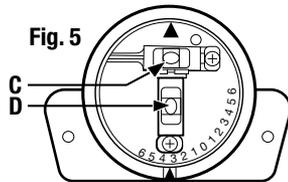

Fig. 5
- With trailer hitched to towing vehicle, turn the clear dial until the side-to-side vial bubble (C) is centered (Fig. 5). The number at the indicator point is the height in inches necessary to level trailer from side-to-side. The large gold arrow points to the side requiring elevation.
- Pull trailer onto leveling blocks and chock wheel so it will not roll. Check level by turning dial to zero "0". Bubble (C) should be in the center of side-to-side vial.
- Alors que la remorque est attelée au véhicule de remorquage, tourner le cadran transparent jusqu'à ce que la bulle de la fiole (C) de nivellement d'un côté à l'autre soit centrée (Fig. 5). Le chiffre que pointe l'indicateur correspond au nombre de pouces dont il faut élever la remorque pour qu'elle soit de niveau d'un côté à l'autre. La grande flèche dorée pointe vers le côté où l'élévation doit être effectuée.
- Tirer la remorque sur les blocs de nivellement et caler les roues pour l'empêcher de bouger. La bulle (C) doit être au centre de la fiole de nivellement d'un côté à l'autre.